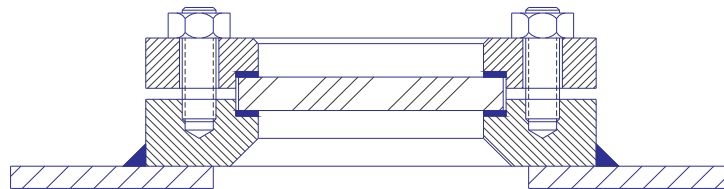

Figura 1
a) Pared de recipiente plana con un reborde de soldadura plano (Figura 1)